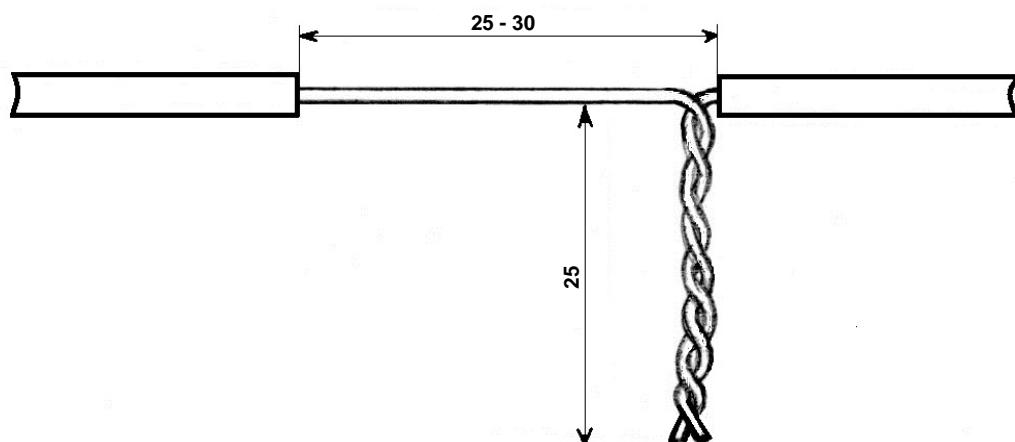
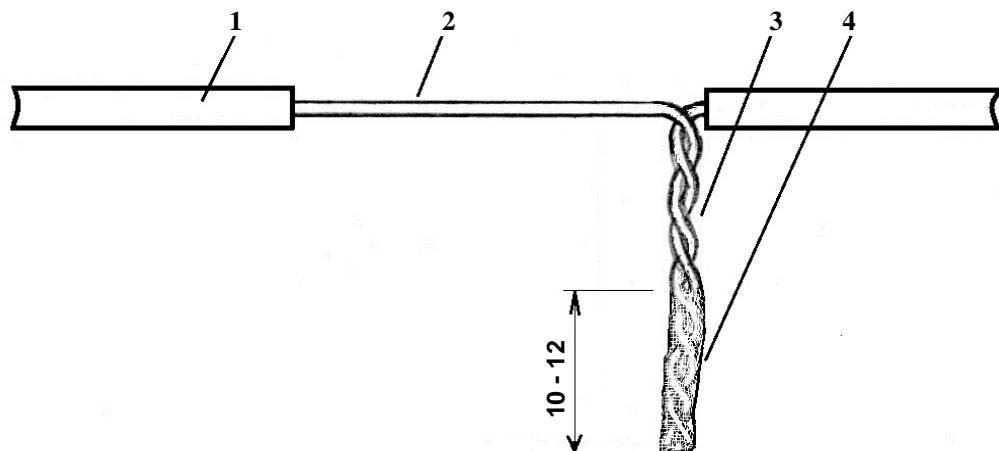

Рис. 4 . Внешний вид участка без изоляции и скрутки жил.
Рис. 5. Пропайка скрутки: 1 – жила в изоляции; 2 – участок жилы без изоляции; 3 – скрутка жил; 4 – пропаянnyй участок скрутки.
3.6. Определив место скрутки для жил, производят их зачистку. Для уменьшения объёмов сростка и предохранения гильз при усадке, зачистку жил следует выполнять так, чтобы с одной стороны от скрутки на участке длиной 25 мм изоляция с жилы была удалена (см. рис. 4). К этому участку будет отгибаться скрутка после пропайки.
3.7. Выполняют ручную скрутку жил. Длина скрутки должна быть 20-25 мм (см. рис. 4). Скрутки обрезают кусачками бокорезами и пропаивают в стаканчиковом паяльнике припоеем ПОС-40 на длине 10-12 мм (см. рис. 5).